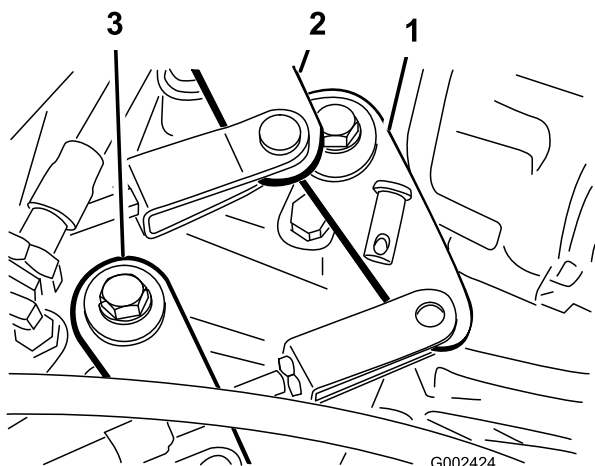

Figure 51
2. Enlevez les axes de chape qui fixent les câbles aux bras de sélection de la boîte-pont (Figure 51).
1. Enlevez l'axe de chape qui fixe le câble de gamme haute/basse à la boîte-pont (Figure 51).